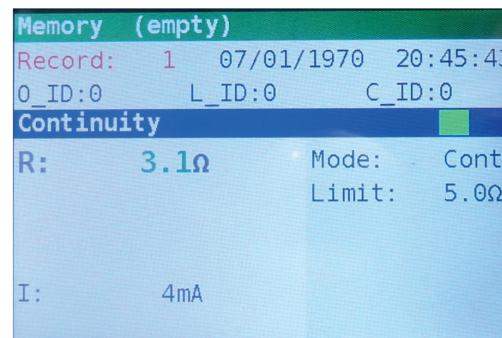

Figura 7.2: Guardar resultados
**Paso 2** Presione la tecla **MEM**. Se mostrarán los siguientes datos (Figura 7.2):
Cuando se ha realizado una medición, se muestra la pantalla de la figura 7.2. Presione las teclas **ARRIBA** o **ABAJO** para acceder a la lista de registros.
Cuando se ha realizado una medición, se muestra la pantalla de la figura 7.2.